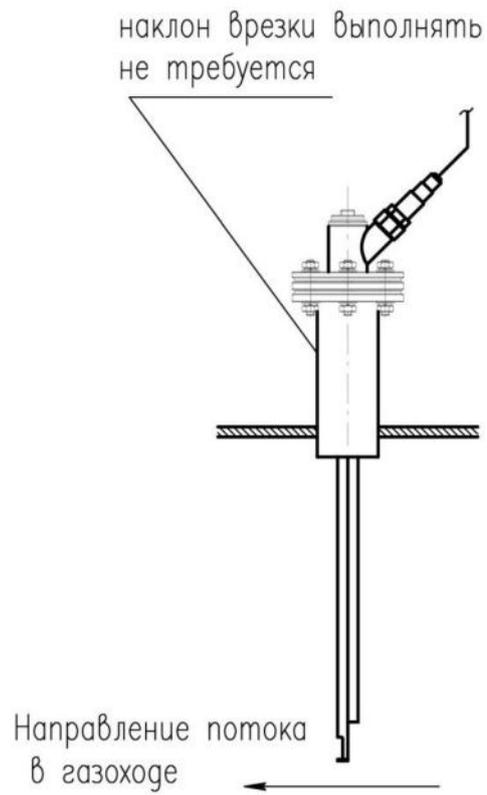

Рис. 8 – Рекомендуемое положение пробоотборного устройства (вертикальное)
- вертикальное, см. *Рис. 8*;
При наличии в потоке газа большого количества твердых частиц, предпочтительное положение зонда – вертикальное (*Рис. 8*).